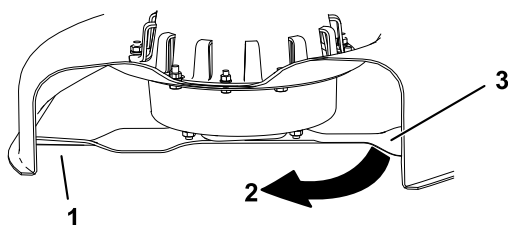

Figura 31
3. Distanța măsurată dintre lamă și suprafață (A)
4. Rotii aceeași lamă la 180 de grade, astfel încât marginea de tăiere opusă să se afle acum în aceeași poziție (Figura 31).